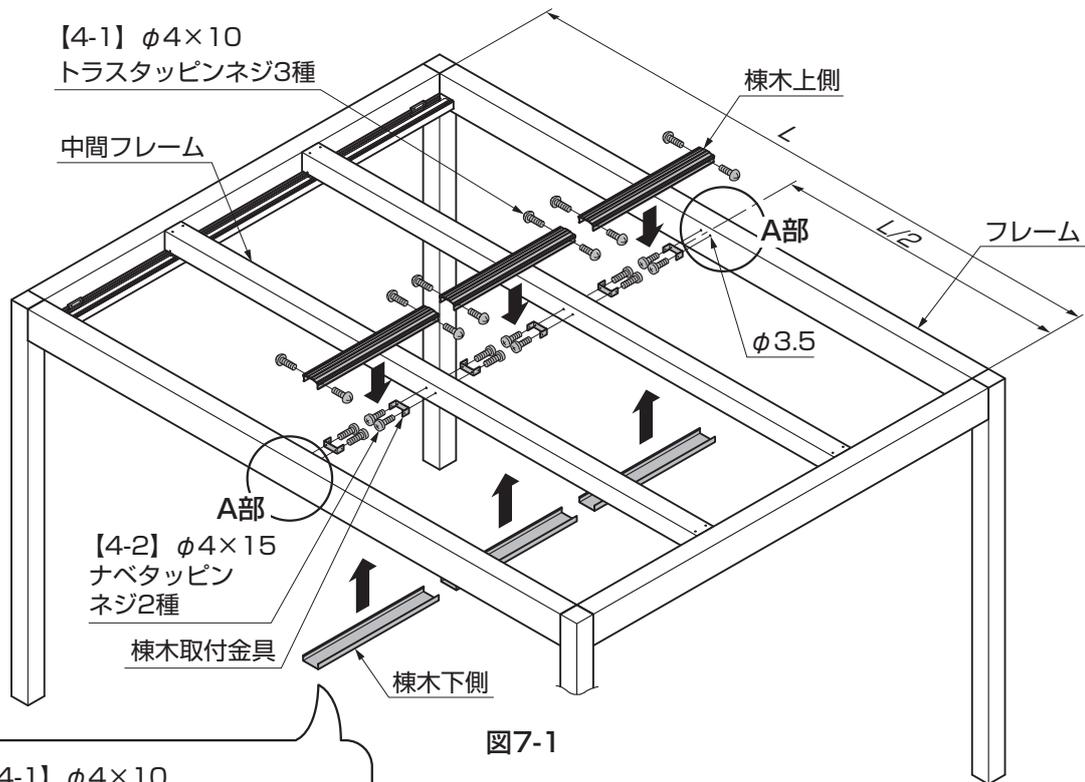
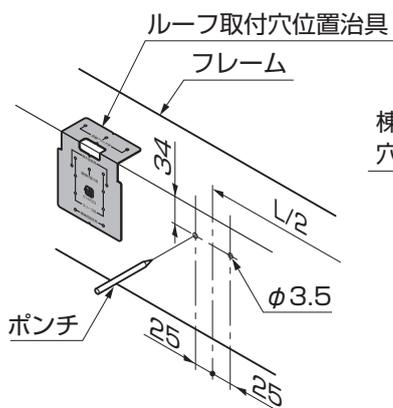
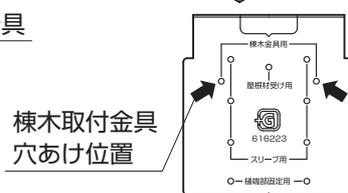

図7-1
図7-2 A部詳細 穴加工位置
図7-3
- ① ルーフ取付穴位置治具をあてて、ポンチ等でケガキφ3.5の穴をフレームにあけてください。(図7-1、図7-2、図7-3、表7-1参照)
- ② 棟木取付金具をフレーム、中間フレームに【4-2】で取付けてください。(図7-1参照)